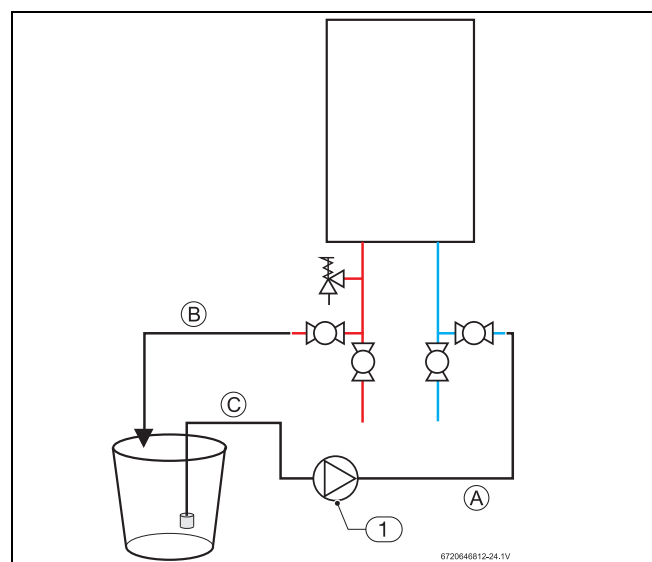

Fig. 62
- Conecte una línea (A) desde la salida de la bomba de circulación (suministrada por el instalador) al racor de entrada de agua en el calentador de agua (véase fig. 62.)
- Usando otra línea (B), conecte el racor de salida de agua en el calentador de agua. Dirija el otro extremo de esta línea a un depósito de descalcificación.
- Usando una tercera línea (C) desde el depósito de descalcificación, conéctala al lado de entrada de la bomba de circulación. Instale un filtro en el extremo de la línea en el depósito de descalcificación.